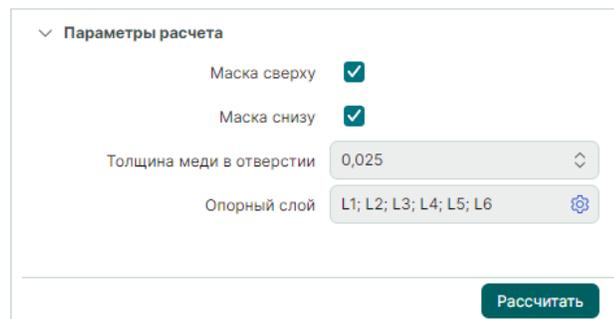

Рис. 39 Параметры расчета
3. Заполните данные для расчета в группе свойств «Параметры расчета» (Рис. 39):